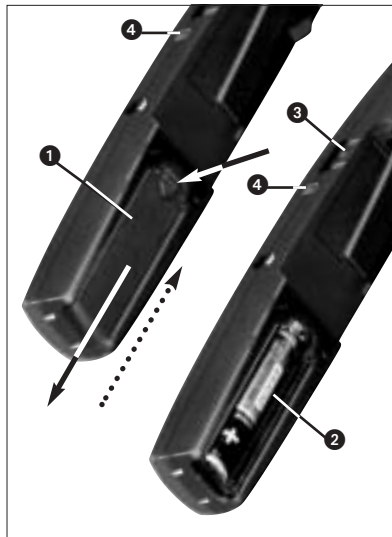

Abb. 2: Batterie einlegen
Siehe Abb. 2:
4. Legen Sie die mitgelieferte bzw. neue Batterie (2) wie in Abb. 2 gezeigt in das Batteriefach ein.